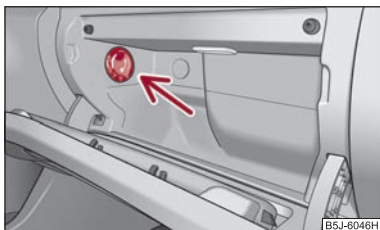

Abb. 80 Ablagefach: Bedienung der Kühlung
- Mit dem Drehschalter ⇒ **Abb. 80** schalten Sie die Kühlung ein bzw. aus.